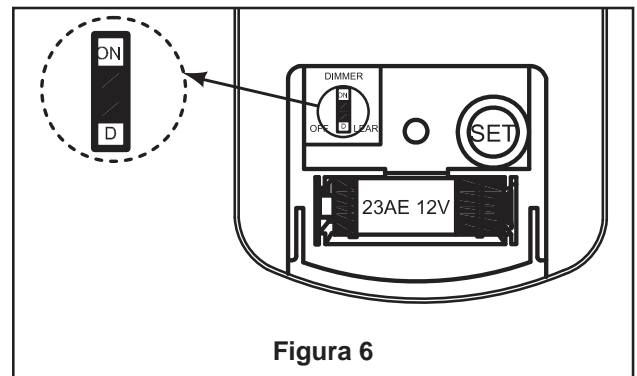

Figura 6
6. Conmutador "D" y "ON": La selección "ON" es la selección regulable de luz y debe ser utilizada con todas las bombillas menos con las bombillas CFL. La selección "D" es la encender solo la luz (sin la función de regulación) y debe ser utilizada con bombillas CFL, ya que estas no pueden ser reguladas. El receptor ofrece la siguiente función protectora: (Figura 6)